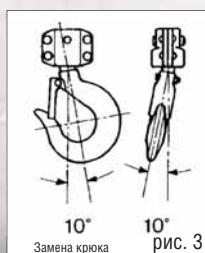

рис. 3
- Если вертикальный угол у шейки нижнего или верхнего крюка 10°, замените крюк. См. рис. 3.